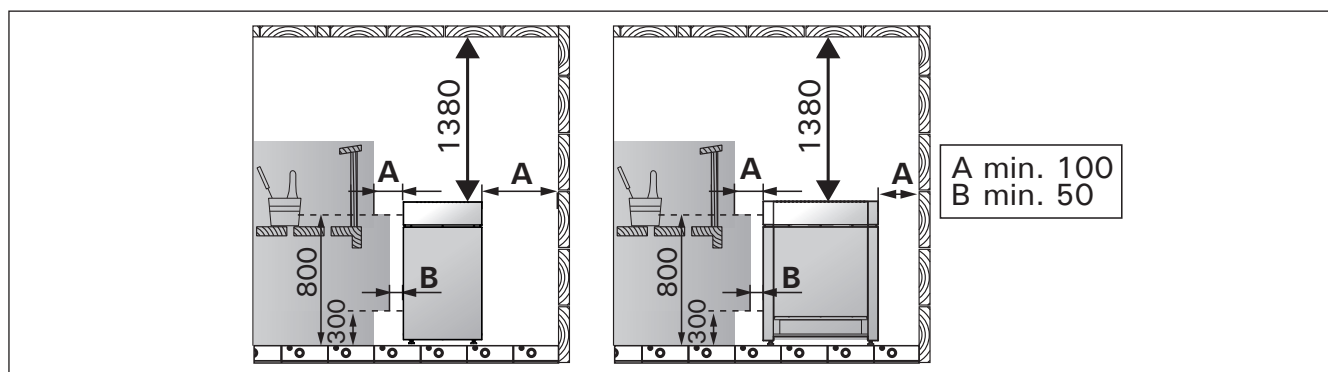

Figure 4. Distances de sécurité (toutes les dimensions sont fournies en millimètres)
- L'emplacement du poêle respecte les exigences minimum concernant les distances de sécurité indiquées dans la figure 4 et le tableau 2.
Les distances de sécurité minimum sont indiquées dans la figure 4. Il est absolument obligatoire de respecter ces valeurs lors de l'installation du poêle. Dans le cas contraire, il existe un risque d'incendie.
Si une grille de sécurité est placée autour du poêle, respecter les distances minimum indiquées dans la figure 4 ou dans les instructions d'installation de la grille.